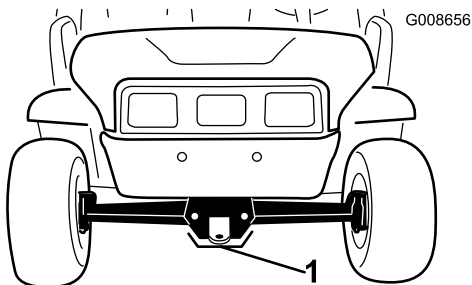

Рисунок 25
- Точка подъема на передней части автомобиля находится в передней части рамы позади тягово-сцепного устройства (Рисунок 25).